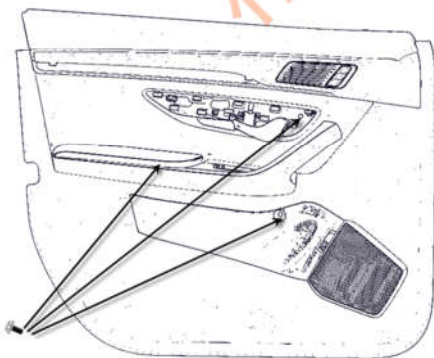

图8-1-4 左前门螺栓拆卸示意图
(4) 图8-1-4, 用10号套筒将图中圆圈处的螺栓拆下(3个), 内扣手位置需要把手柄打开到最大角度。